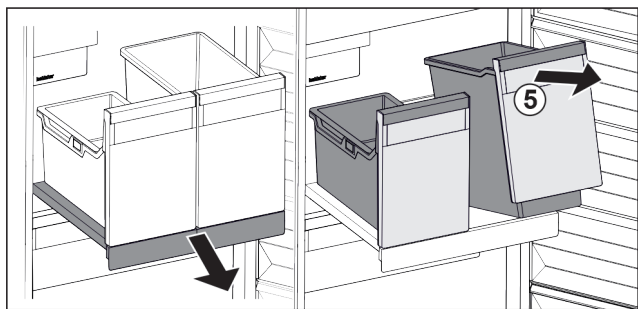

Fig. 99
- ▶ Ridicați recipientul Fig. 99 (5) din față.